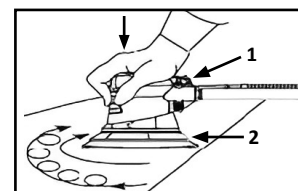

Fig. 5
- Apăsăți trăgaciul (1) și deplasați șlefuitorul pneumatic (2) într-o mișcare oscilantă pentru a obține un finisaj mai neted pe piesa de prelucrat. (Fig. 5)